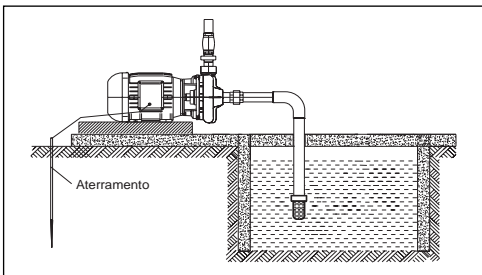
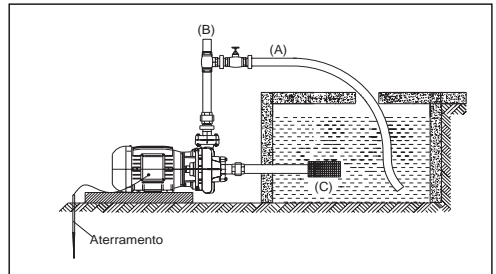

Figura 7a - Instalação Bomba MSA
Figura 7b - Instalação Afogada Bomba MSA
- 1 - As bombas MSA destinam-se ao bombeamento de líquido com pequenas partículas em suspensão, não abrasivas, num diâmetro máximo de 4 mm. A proporção máxima é de 20% em volume de líquido bombeado e peso específico até 1g/cm³. Nestas situações, instalar a bomba conforme Figura 7b. Para bombeamento de água isenta de sólidos, instalar conforme Figura 7a.
- 2 - Para um perfeito funcionamento da motobomba, quando bombeando água com sólidos em suspensão (Figura 7b), recomendamos colocar um Tê no bocal de recalque: em uma das extremidades, conectar uma mangueira (A) acoplada a um registro, direcionando-a de volta ao local de sucção para misturar as partículas ao líquido a ser bombeado, e, na outra, a tubulação de recalque (B). Cuidar para que a mangueira de recirculação fique afastada do tubo de sucção, evitando desta maneira a formação de bolhas de ar. Instale, também, um pré-filtro (tipo cesto) (C) na sucção, afim de impedir a passagem de sólidos de diâmetros maiores do que 4 mm.